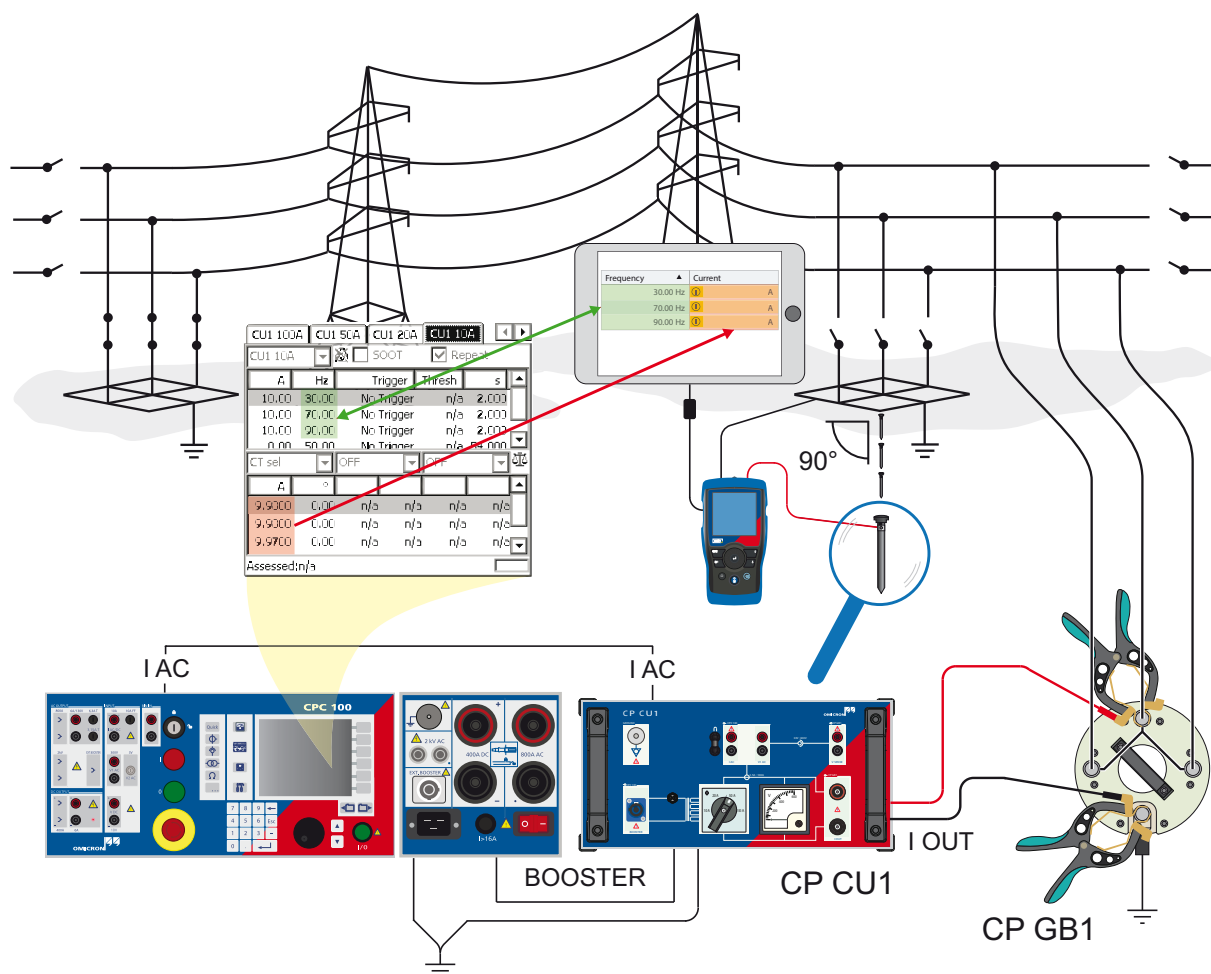

Figure 5-11: Configuration de la mesure d'impédance de terre lors de l'utilisation de *PTM* sur une tablette
2. Si le critère 3 est satisfait, réaliser le montage de mesure comme illustré à la figure 5-11 ci-dessous.